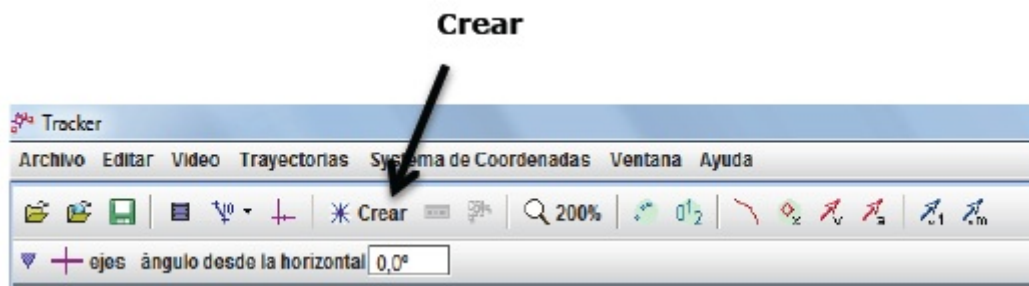
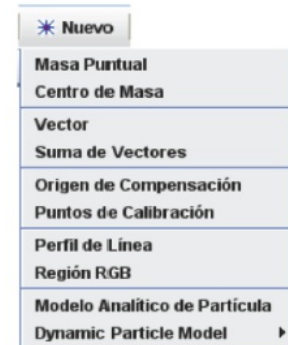

Figura 8
Figura 9
7.- Selecciona *Masa Puntual* para seguir la trayectoria de la bola de acero. Para hacerlo marca su posición en cada cuadro **presionando la tecla Shift y -al mismo tiempo- presiona el botón izquierdo del mouse (sobre el indicador en forma de cruz)** a medida que el video avanza automáticamente a través del video clip. Ojo, para que avance automáticamente debe estar activado el botón correspondiente (Ver columna derecha de la Figura 8).
No te saltes cuadros porque si lo haces, las velocidades y las aceleraciones no podrán ser determinadas. Siempre se puede ajustar la posición seleccionada arrastrándola con el mouse o puede marcar la posición y moverla con la flecha punteada. Puede hacer click en la opción de *masa A* para ver más propiedades de la trayectoria creada (borrar pasos, trayectoria, cambiar figura, ver Figura 9). Una vez marcadas las posiciones de la trayectoria de la bola, es posible observar el gráfico de posición versus tiempo (x v/s t) generado automáticamente por el programa (cuadro a la izquierda de la Figura 8). En los gráficos obtenidos a partir del video de algunos celulares, la figura tiene una buena resolución (no está borrosa) y se puede hacer este proceso en forma automática apretando el botón correspondiente.